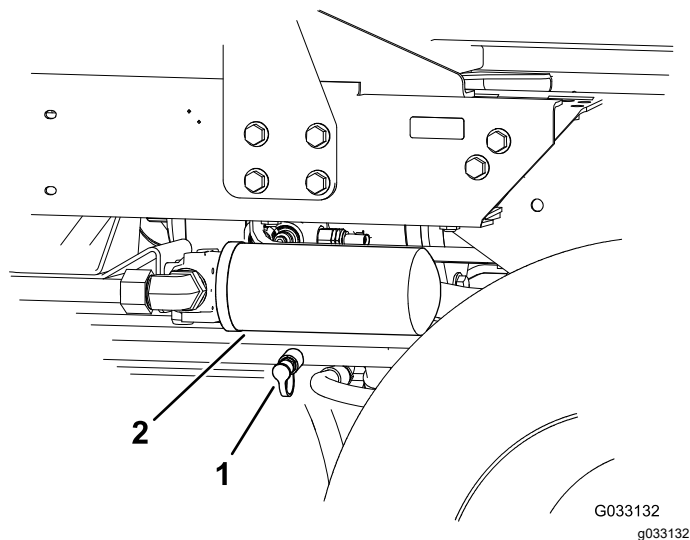

図 64
2. 後部走行マニホルドに取り付けた故障診断用フィッティングと後退走行油圧テストポートとを油圧ホースでつなぐ 図 64。